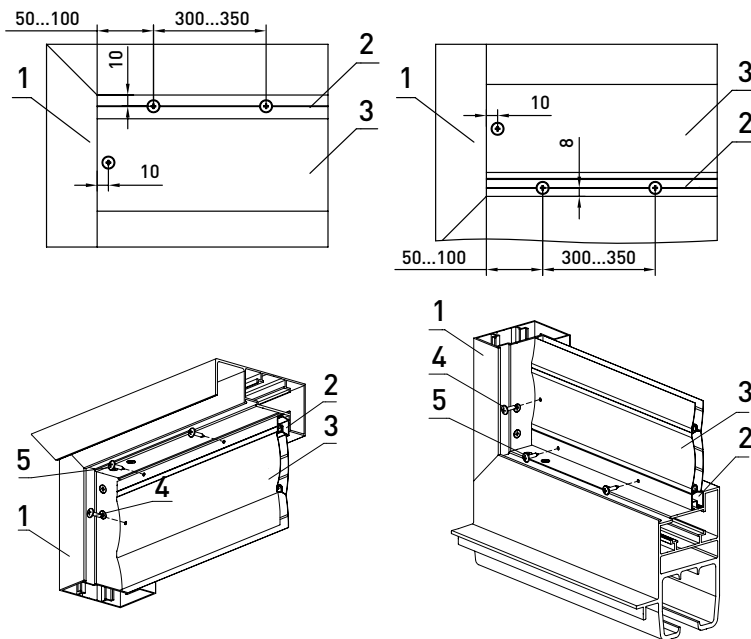

Рис. 18. Установка заполнения:
3. Произвести разметку под сверление отверстий для крепления полотна заполнения в соответствии с *рис. 18*. При этом отверстия для крепления: